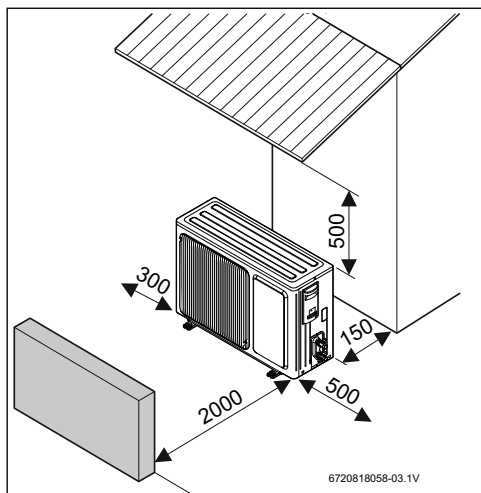

Fig. 10 Distances minimales unité externe
- ▶ Installer l'appareil sur l'emplacement choisi et respecter les distances minimales recommandées (→ fig. 10). En cas de montage mural, préparer d'abord les supports de l'appareil pour assurer une circulation d'air normale par l'appareil.
- ▶ Respecter les distances minimales recommandées pour assurer le montage des composants hydrauliques, du circuit de réfrigérant ainsi que l'entretien (→ fig. 10).